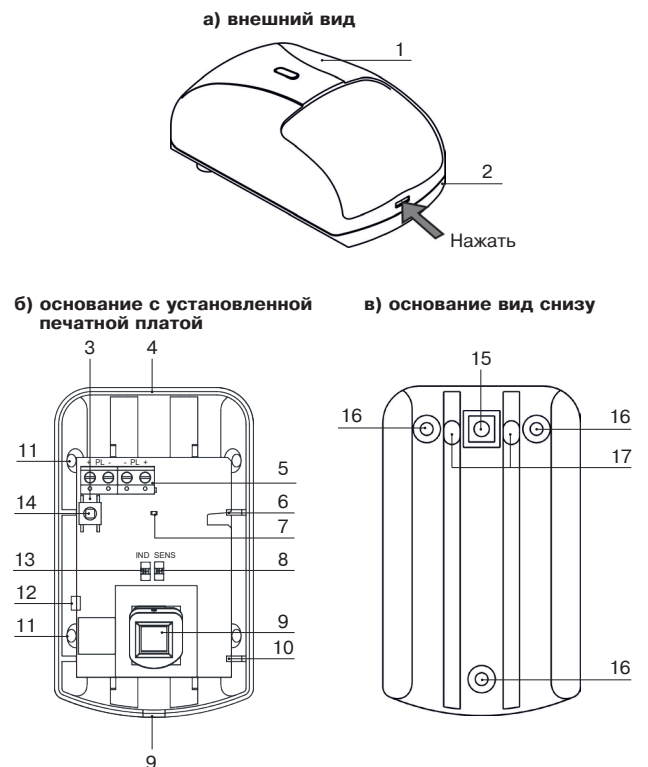

Рисунок 2 – Конструкция «Elsys-AC-IRV»
Основание корпуса с печатной платой представлено на рис. 2а. На печатной плате расположены:
9.1 Снимите крышку извещателя, отжав при помощи отвертки фиксатор, расположенный в нижней части основания извещателя (рисунок 2 а).